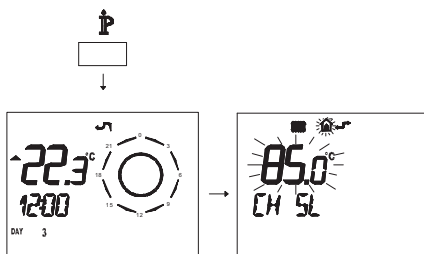

Рисунок 5.44
- Нажмите и удерживайте 3 секунды кнопку **P**, чтобы войти в режим **INFO** (Рисунок 5.44).